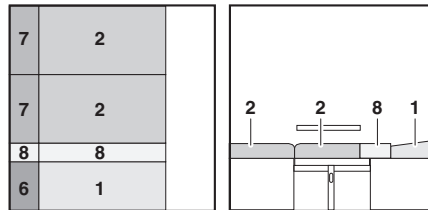

Bild 146 Nach dem Umbau
- Die Sitzpolster (Bild 146,2 und 7) nach zur Mitte ziehen, dass es mit dem anderen Sitzpolster abschließt.
- Das Rückenpolster (Bild 146,1) umklappen und auf die Sitzbank legen.
- Das Rückenpolster (Bild 146,1) umklappen und neben das Rückenpolster auf die Sitzbank legen.
- Die Zusatzpolster (Bild 146,8) in die Lücke zwischen die Sitzpolster und die Rückenpolster legen.